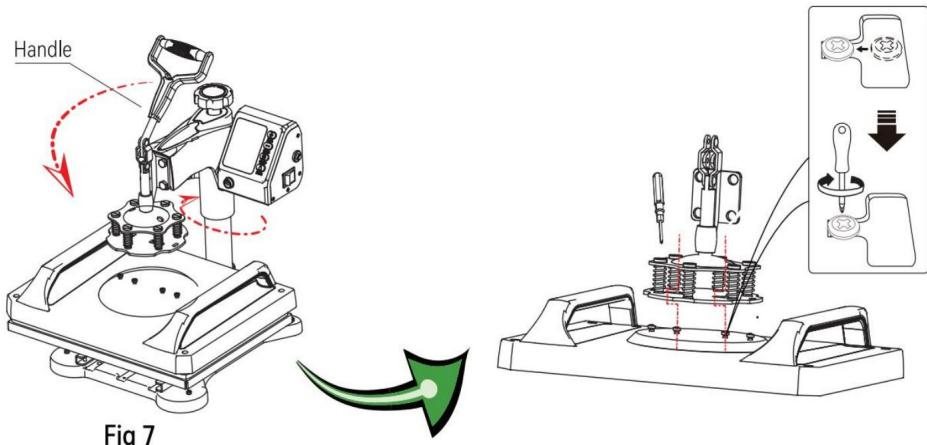

Fig 7
7. Obróć głowę z powrotem do pierwotnej pozycji i delikatnie naciśnij uchwyt tak, aby nasadka śruby z łączem kubkowym nad płytą dociskową zatrzasnęła się w szczelinie, a następnie zablokuj ją na miejscu za pomocą śrubokręta (jak pokazano na rys. 7)